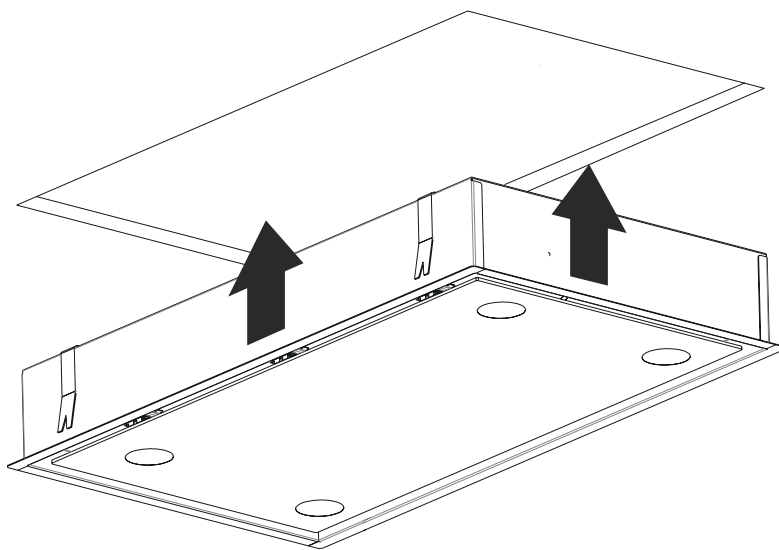

Fig. 13
7. ➡ Produktet ska föras upp i hålet (Fig. 13).